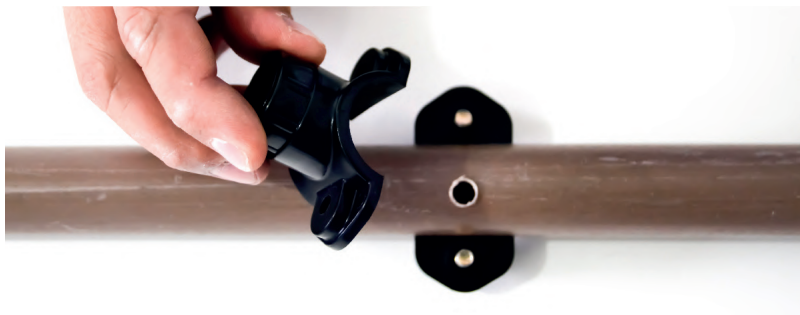

Figura 9: Fixação de colares
a) Fixar os colares abraçando canos de 32 mm ou 50 mm (o colar de tomada é composto de duas peças mais o anel de vedação, sendo preso com dois parafusos e duas porcas para fixação) com anel de vedação, conforme Figura 9 seguir: